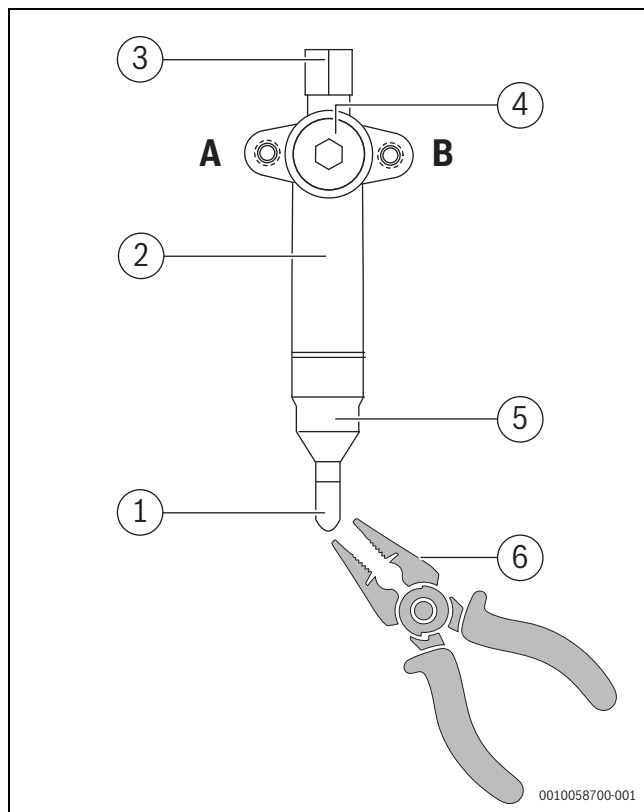

fig. 22
- Hiqni tubin e madh të izolimit (→ Fig. 22).